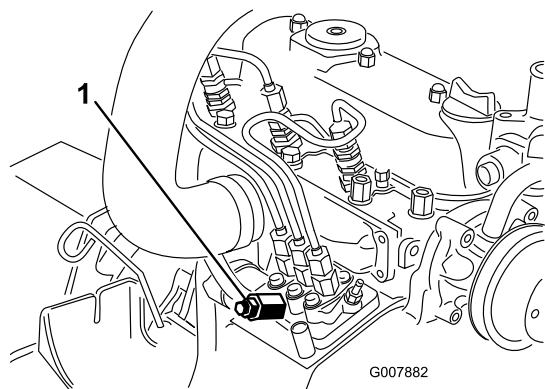

Figure 37
3. Placez un chiffon sous la vis de purge d'air sur la pompe d'injection et ouvrez-la (Figure 37).